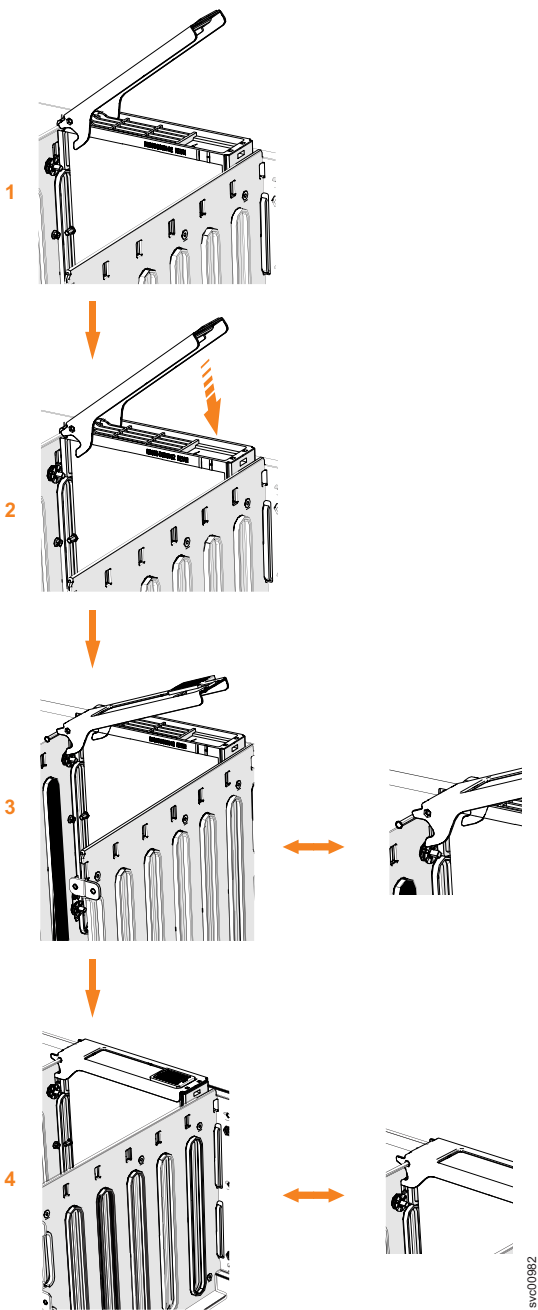

图 85. 更换驱动器
6. 确保驱动器组合件的驱动器手柄（第 86 页的图 85 中的 **1**）处于打开（解锁）位置。
8. 向下轻轻推动驱动器直到其停止；滑锁的底部与隔板的顶部对齐。确保手柄与驱动器支架之间的夹角小于 45 度。（第 86 页的图 85 中的 **2**）。
9. 向下旋转手柄，以将驱动器组合件锁定到机箱中（图 85 中的 **3**）。
11. 确保滑锁的顶部引脚也完全咬合（第 86 页的图 85 中的 **4**）。